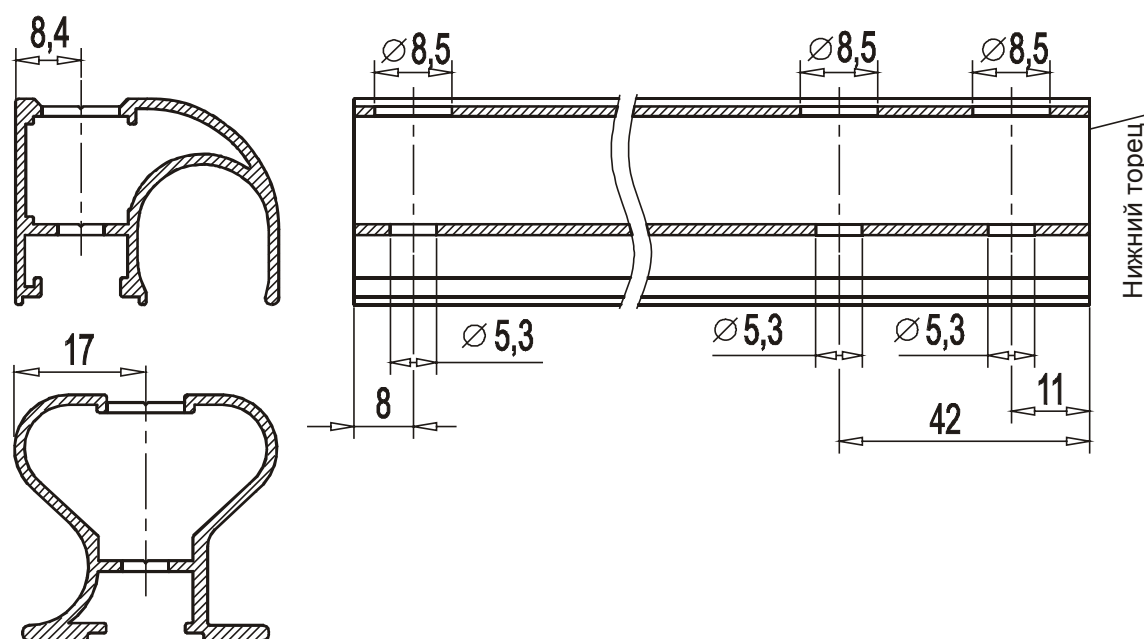

Рисунок 6
- для крепления роликов и профилей между собой, сверлятся отверстия в стойках KF1-01 и KF1-02 согласно рис.6. Для KF1-01 на рисунке изображен правый вертикальный профиль, левый профиль – зеркально.